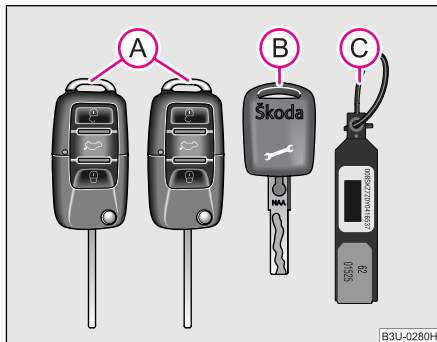

Fig. 17 Setul de chei
Autovehiculul este livrat cu două chei principale (A) ♥ fig. 17, o cheie de service (B) și un breloc (C). Cheile principale se potrivesc la toate încuietorile autovehiculului. Cu cheia de service se pot deschide numai ușile și se poate porni motorul. Cheia de service servește de ex. atunci când lăsați autovehiculul într-un service sau la un hotel.